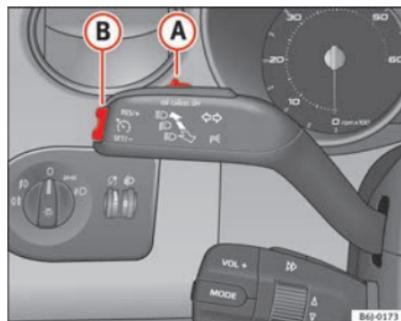

Fig. 110 Palanca de intermitentes y de luz de carretera: mando y tecla basculante para el regulador de velocidad
- Mueva el mando ⇒ fig. 110 (A) hacia la izquierda hasta la posición ON.